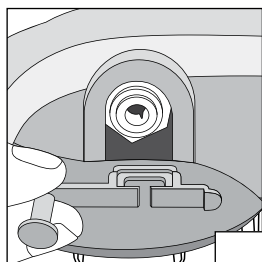

Рис. 1
- Установить крючок вы сможете как с левой, так и с правой стороны фильтра. Для этого поднесите крючок к крепежному отверстию под фитингом фильтра (**рис. 1**).